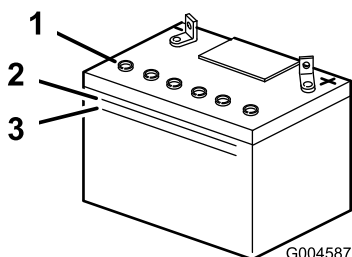

Bild 29
2. Kig på siden af batteriet. Elektrolytstanden må højst nå op til den øverste streg (Bild 29).
Hinweis: Den må ikke komme ned under den nederste streg (Bild 29).
3. Fjern ventilationshætterne fra batteriet (Bild 29).
4. Hæld langsomt destilleret vand ned i de enkelte battericeller, indtil elektrolytstanden når den øverste streg (Bild 29) på batterikassen.
5. Vent 5–10 minutter, efter at du har fyldt battericellerne op. Påfyld om nødvendigt destilleret vand, indtil elektrolytstanden når den øverste streg (Bild 29) på batterikassen.